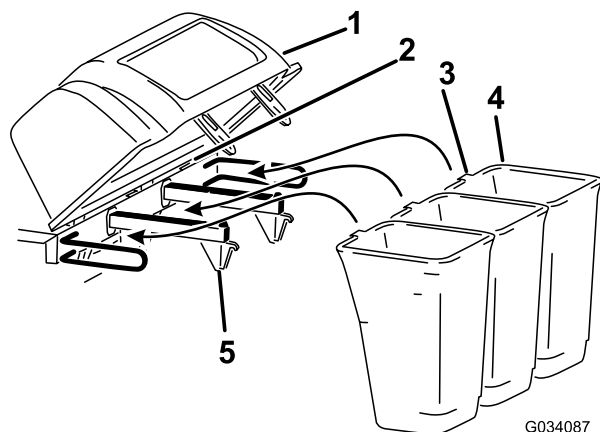

図 5
6. バッグのタブをフードアセンブリのノッチに取り付ける 図 5。